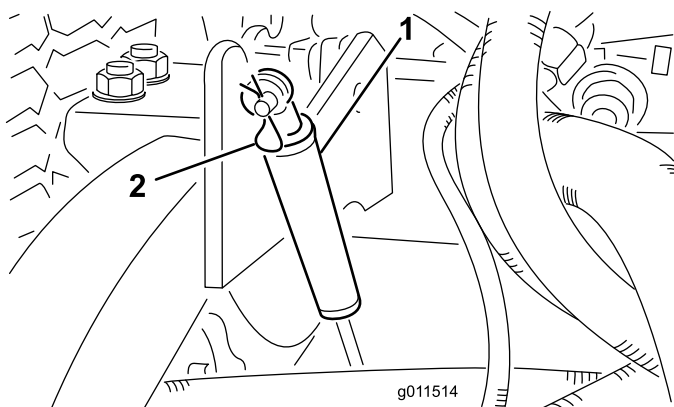

Bild 79
2. Nehmen Sie den Splint ab, mit dem die Stoßdämpfer an den Hubarmen befestigt sind (Bild 79).